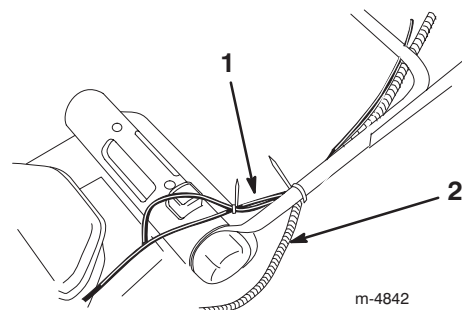

**Figura 2**
2. Allentate le manopole di regolazione dell'altezza della stegola e girate la stegola inferiore verso il retro del tosaerba, finché non si inserisce in una delle posizioni di regolazione dell'altezza della stegola, come illustrato nella Figura 2.
4. Montate la stegola superiore sulla stegola inferiore, utilizzando i bulloni a testa ovale e le manopole della stegola, come illustrato nella Figura 2. *Serrate a fondo le manopole della stegola.*